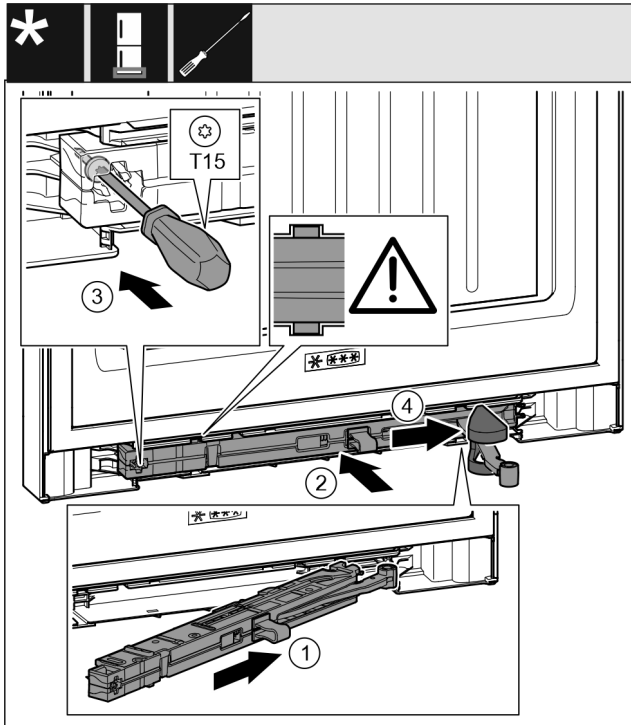

Fig. 46
- ▶ Introducir la unidad del amortiguador de cierre en el lado del soporte de apoyo hasta el tope en posición inclinada en la escotadura. *Fig. 46 (1)*
- ▶ Desplazar por completo la unidad del amortiguador de cierre en la escotadura. *Fig. 46 (2)*
- ▶ Apretar el tornillo con un destornillador T15. *Fig. 46 (3)*
- ▶ Desplazar la cubierta sobre la articulación. *Fig. 46 (4)*